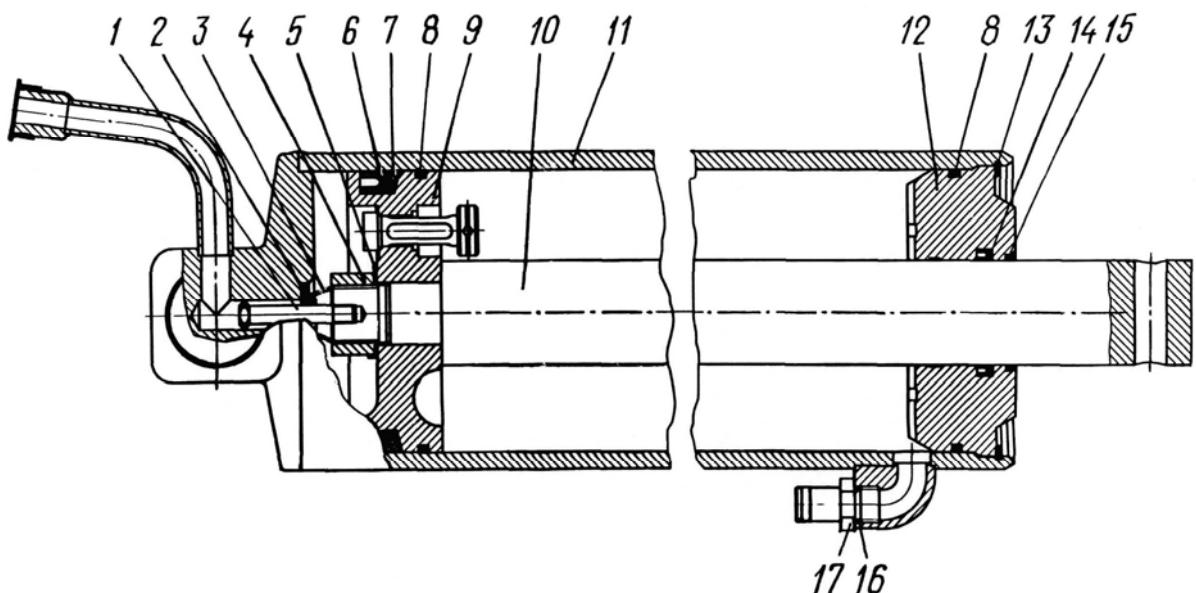

Рис.23. Цилиндр опрокидывающего механизма:
Цилиндр (рис.23) является исполнительным органом опрокидывающего механизма. Передача усилия на платформу осуществляется через рычажно-балансирную систему. Шток 10 цилиндра присоединен к балансиру с помощью опоры 6 (см. рис.20) и пальца 7. На балансире предусмотрен ограничитель, не позволяющий платформе переходить через предельный угол подъема, а установленный в поршне цилиндра перепускной клапан (см. рис.23), упираясь в крышку 12, открывается и пропускает рабочую жидкость, ограничивая дальнейший подъем платформы.
3. Застропить цилиндр, протянув строп за штуцер 17 (см. рис.23) цилиндра и фланец, натянуть строп.
1. Извлечь из кольцевой канавки цилиндра 11 упорное кольцо 13 и выдвинуть шток 10 (см. рис.23) в сборе из цилиндра.